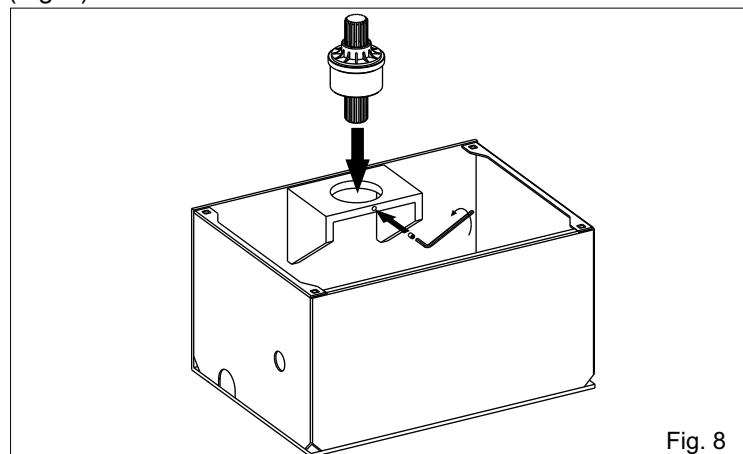

Fig. 8
**2.4.** Poner el eje ranurado de ensambladura en el agujero superior de la caja portante y fijarlo con el tornillo apropiado (Fig. 8).